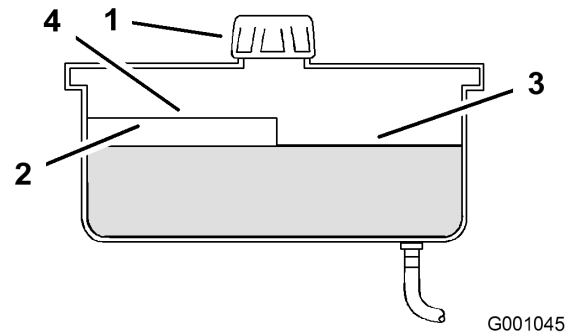

Figura 52
4. Limpie alrededor del cuello de llenado y el tapón del depósito de aceite hidráulico (Figura 52).
5. Retire el tapón del cuello de llenado. Mire dentro para ver si hay aceite en el depósito. (Figura 52).
- Nota:** El nivel de aceite debe llegar a la parte superior del nivel caliente del tabique cuando el aceite está caliente (Figura 52).